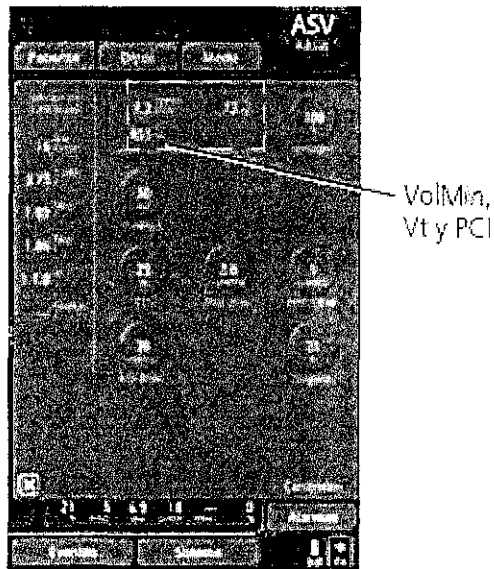

Figura 10. Ventana de controles del modo ASV
- La ventana **Controles** muestra la configuración de control aplicable al modo, la configuración de control de la ventilación de respaldo de apnea (Respaldo) y los parámetros de temporización determinados en la configuración de la temporización (Solo p/resp. controladas); véase la Figura 9. Si se encuentra activa ASV, la ventana Controles también muestra los valores calculados de VolMin, Vt y PCI; véase la Figura 10.